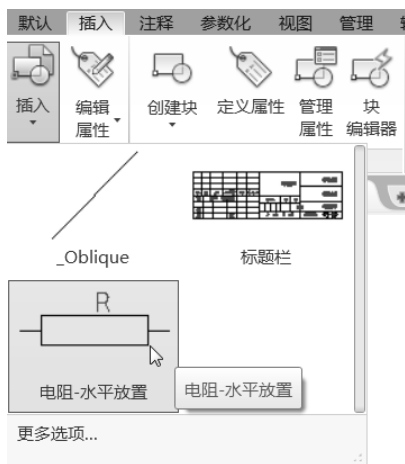

图 8-28 选择要插入的块的名称
7) 在功能区“插入”选项卡的“块”面板中单击“插入”按钮，接着从其列表中选择“电阻-水平放置”块名，如图 8-28 所示。